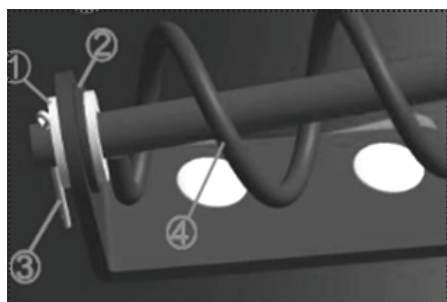

Рис. 6
Смонтируйте переднюю часть ротатора желоба. Установите резиновую прокладку (2) на переднюю часть ротатора желоба. Установите вал управления направлением желоба с одной шайбой (1) и одним шплинтом (3) (рис. 6).